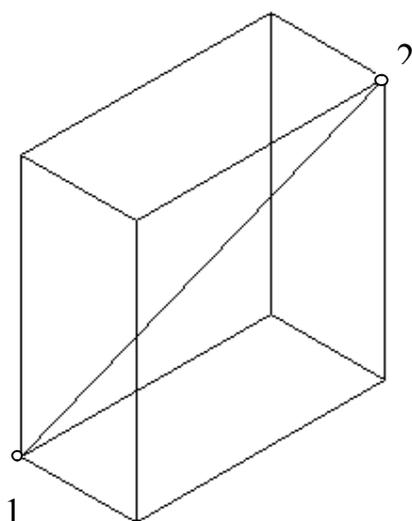

Рис. 6.2 Параллелепипед
- любым известным способом указать положение одной из вершин создаваемого параллелепипеда (рис. 6.2 – точка 1);
- любым известным способом указать положение другой вершины создаваемого параллелепипеда (рис. 6.2 – точка 2).
Возможные ответы: ввести числовое значение высоты создаваемого параллелепипеда (на рис. 6.2 – высота задана числом);